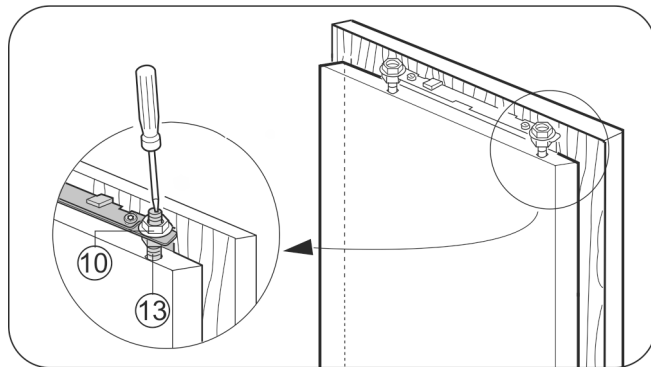

Fig. 30
- Serrer les contre-écrous Fig. 30 (10) avec une clé à six pans de 13, en maintenant les écrous de réglage Fig. 30 (13) avec un tournevis.